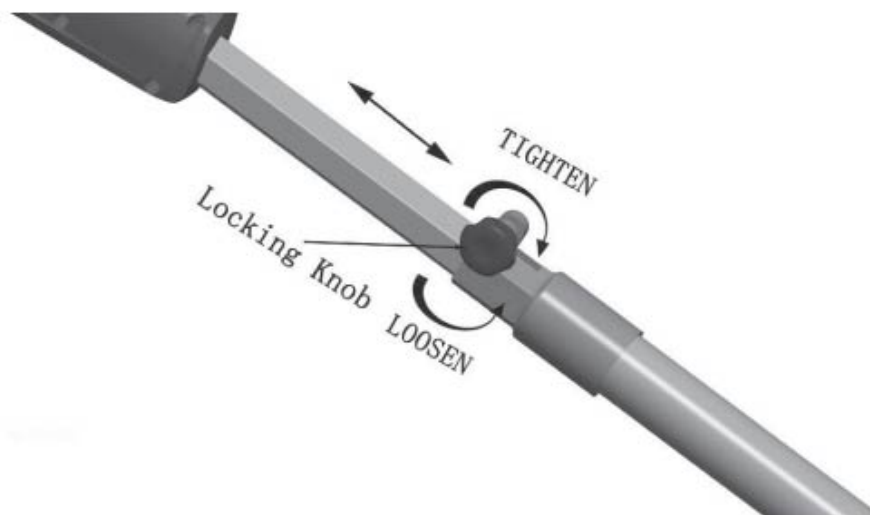

Figura 7
1. Per allungare l'asta, allentare la manopola (vedere Figura 7). L'asta si muoverà liberamente.
3. Per bloccare l'asta in posizione stringere la manopola di blocco.(Vedere **Figura 7**).